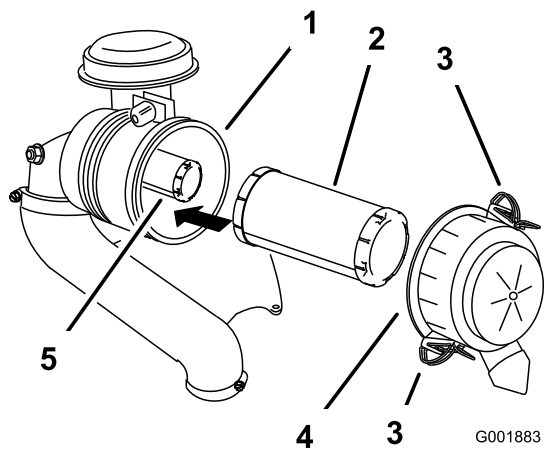

Figura 41
3. Eliberați elementele de fixare ale filtrului de aer i îndepărtați capacul filtrului de aer (Figura 41).
- Glisai uor filtrul primar din corpul filtrului de aer (Figura 41).
- Dacă înlocuiți filtrul interior, glisai-l cu atenție în corpul filtrului (Figura 41).
- Glisai cu atenție filtrul primar peste filtrul de siguranță (Figura 41).
- Montați capacul filtrului de aer și fixați-l cu elementele de fixare (Figura 41).